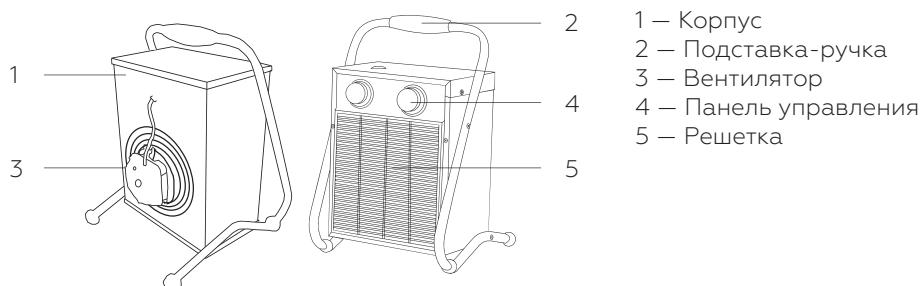

Рисунок 1
Несущая конструкция тепловой пушки (см. Рис. 1) состоит из корпуса (1) и подставки-ручки (2). Вентилятор (3) расположен в задней части устройства. Блок управления смонтирован на шасси, расположенным в верхней части корпуса под крышкой. Органы управления вынесены на панель шасси (4). Внутри корпуса расположены трубчатые электронагревательные элементы, закрытые с лицевой стороны тепловентилятора решеткой (5).